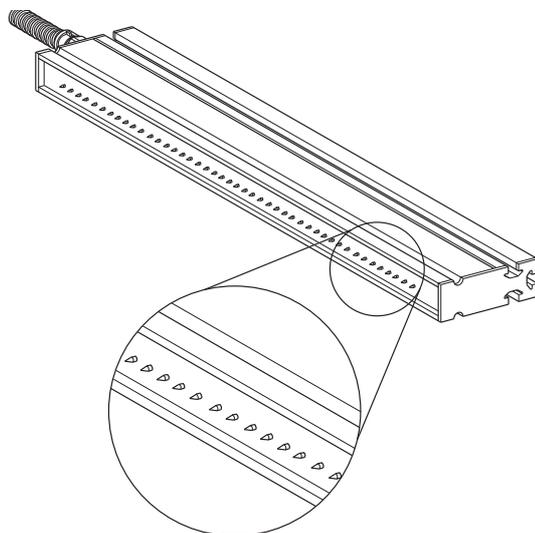

Fig. 11:
- Ne pas toucher les pointes d'émission des électrodes en charge (voir Fig. 11) - Risque de blesser!